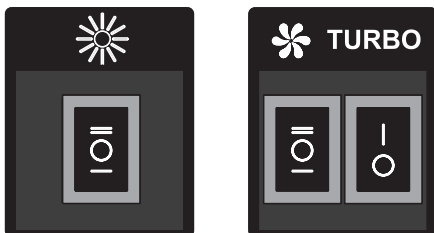

Abb. 5
7.3 An den Seitenwänden des Gehäuses befindet sich ein Schlüsselschalter für die Betriebsarten und zum Einschalten der Beleuchtungslampen (Abb. 5):